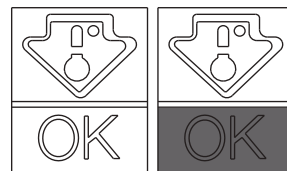

Fig. 5
• Pentru a menține aromele și prospețimea alimentelor, se recomandă depozitarea acestora în compartimentul de refrigerare, așa cum se poate observa în Fig. 5 de mai jos. Alimentele trebuie învelite în folie de aluminiu sau plastic sau trebuie așezate în recipiente adecvate, pentru a se evita împătrunderea mirosurilor.
Verificați dacă pe indicatorul pentru temperatură este vizibil cuvântul OK (Fig. 5).